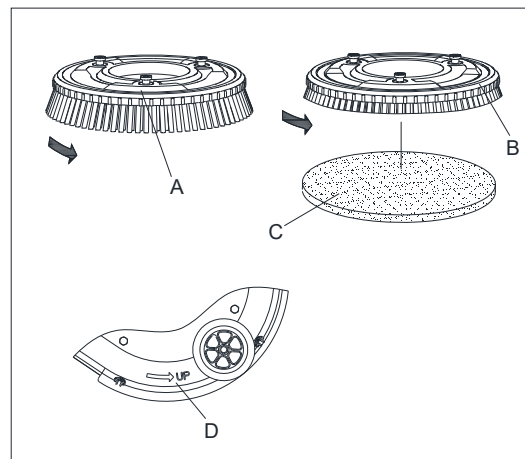

Figura 4
Instale cepillo adecuado (A, Figura 4) o Pad (B y C, Figura 4) según el tipo de suelo que quiera limpiar.
2. Coloque el soporte del cepillo/almohadilla en el suelo debajo del cubo del cepillo y alinee en el centro, luego gire el soporte del cepillo/almohadilla en la dirección mostrada (D como se muestra en la Figura 4) para instalarlo de forma manual.
3. Pulse el botón de Inicio (38 como se muestra en la Figura 2) en el panel de control, eleve los cepillos (9 como se muestra en la Figura 2) desde el suelo, luego pulse el botón de descarga del cepillo (40 como se muestra en la Figura 2) para soltar los cepillos automáticamente. Gire en la dirección opuesta (D como se muestra en la Figura 4) para desmontar manualmente el soporte del cepillo/almohadilla.